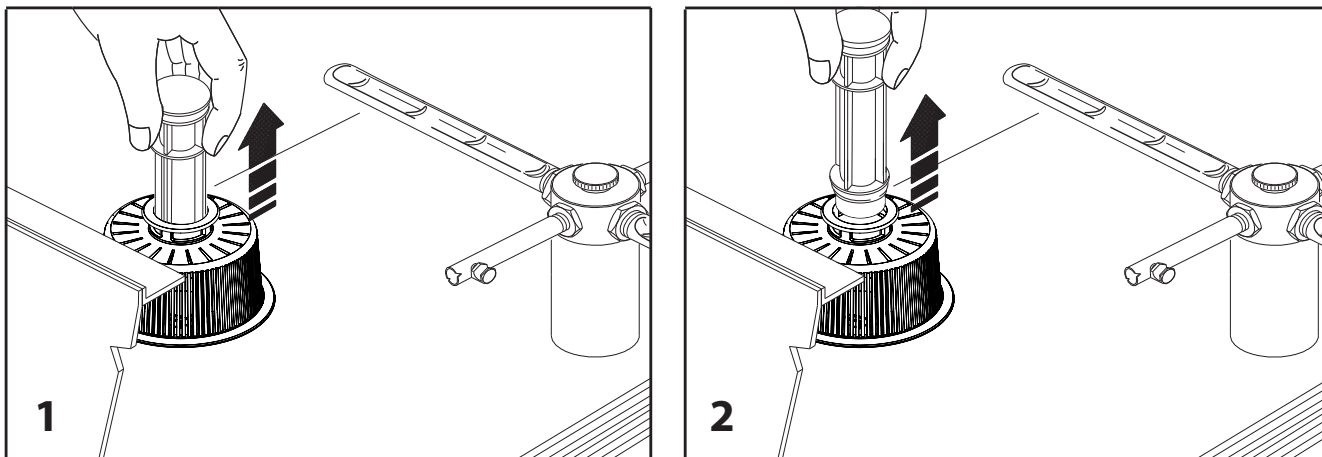

Рис. 16
2. Снимите шланг перелива (рис. 16)